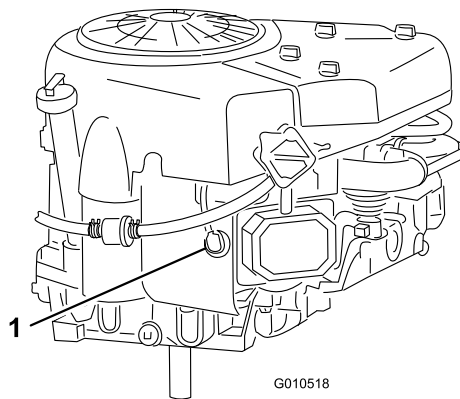

Bild 27
6. Klemmen Sie das Zündkabel von der Zündkerze ab (Bild 27).
3. Schließen Sie den Zündkerzenstecker an die Zündkerze an (Bild 27).
8. Entfernen Sie die Zündkerze und die Metallscheibe (Bild 27).